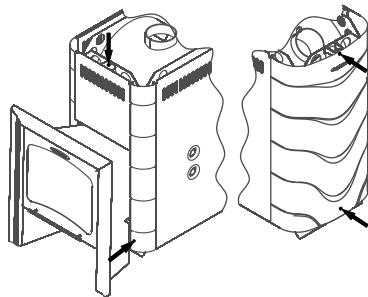

Рисунок 8. Винты для демонтажа
2. Снять конвектор, открутив 5 саморезов (рисунок 8).